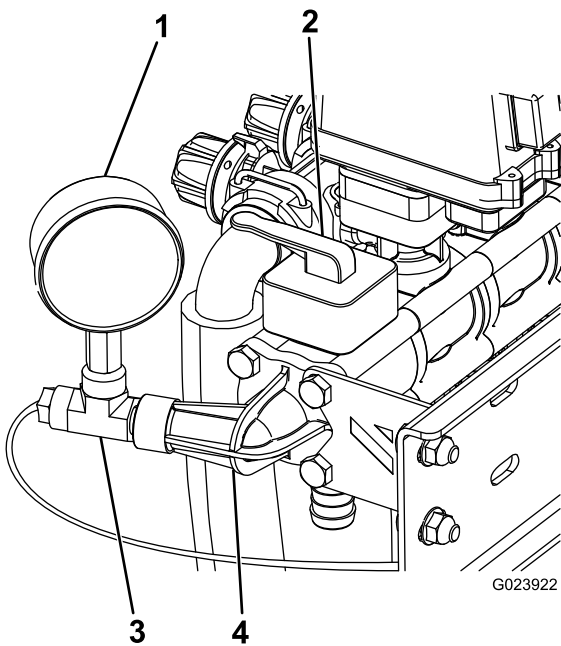

Figure 10
que le support de stabilisation au moyen de 4 longs boulons ; voir Figure 10.
5. Branchez le raccord en T à la prise du manomètre (Figure 10).
6. Branchez le manomètre au raccord en T (Figure 10).